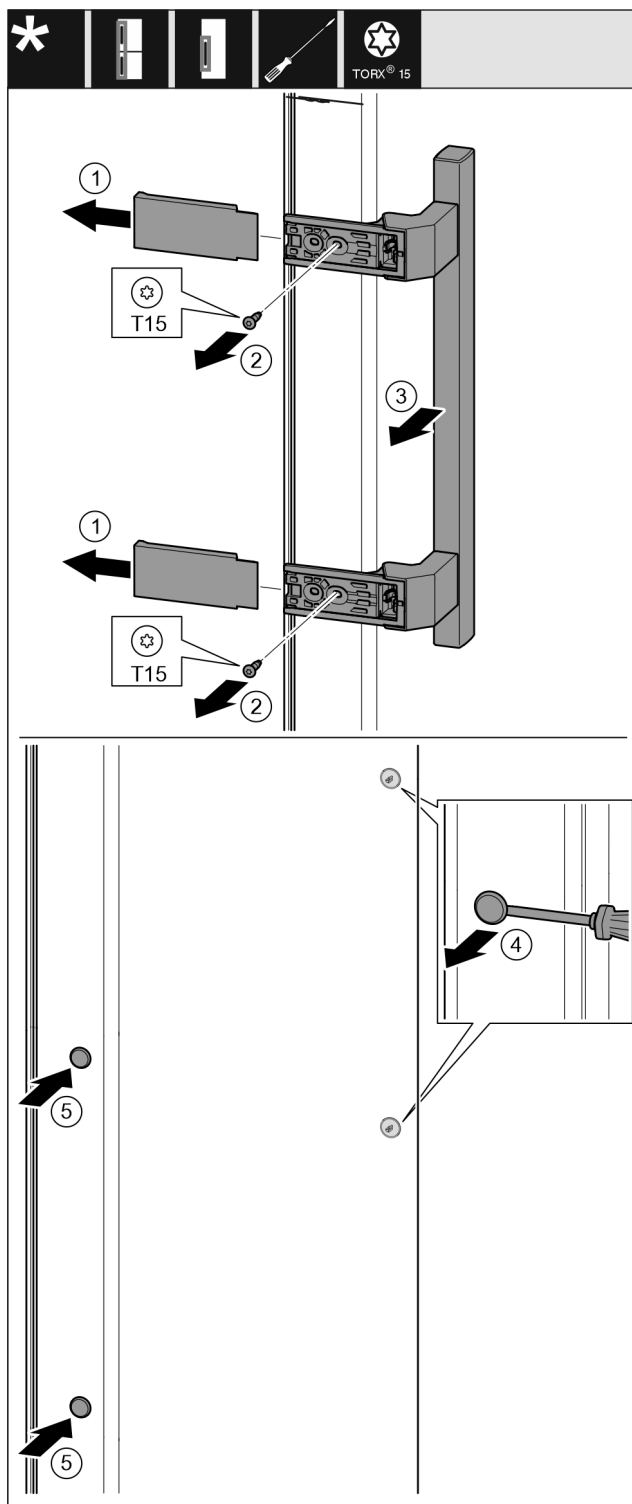

Fig. 17
- Retirer le cache. Fig. 17 (1)
- Desserrer les vis avec le tournevis T15. Fig. 17 (2)
- Déposer la poignée. Fig. 17 (3)
- Soulever délicatement le bouchon latéral avec un tournevis plat et le sortir. Fig. 17 (4)
- Remettre en place le bouchon de l'autre côté. Fig. 17 (5)